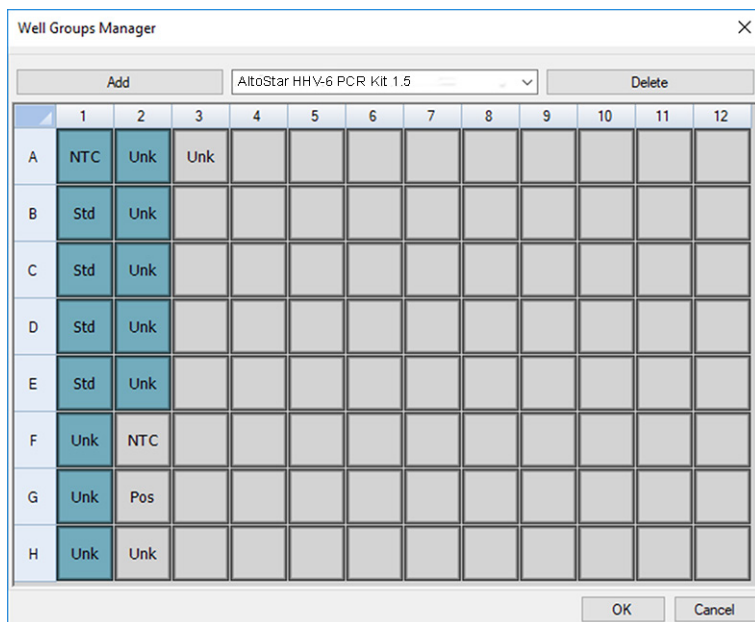

Figura 2: Caixa de diálogo Well Groups Manager (Gestor de Grupos de Poços)
2. Na caixa de diálogo Plate Editor (Editor de Placas), clique em **Well Groups...** (Grupos de Poços...) na barra de ferramentas. É apresentada a caixa de diálogo Well Groups Manager (Gestor de Grupos de Poços) (consulte a figura 2).
5. Selecione todos os poços na área da PCR plate (placa PCR) que pertencem ao primeiro ensaio (consulte a figura 2). Os poços que pertencem a um ensaio individual podem ser identificados na caixa de diálogo Plate Editor (Editor de Placas) através da entrada no campo **Biological Set** (Conjunto Biológico).